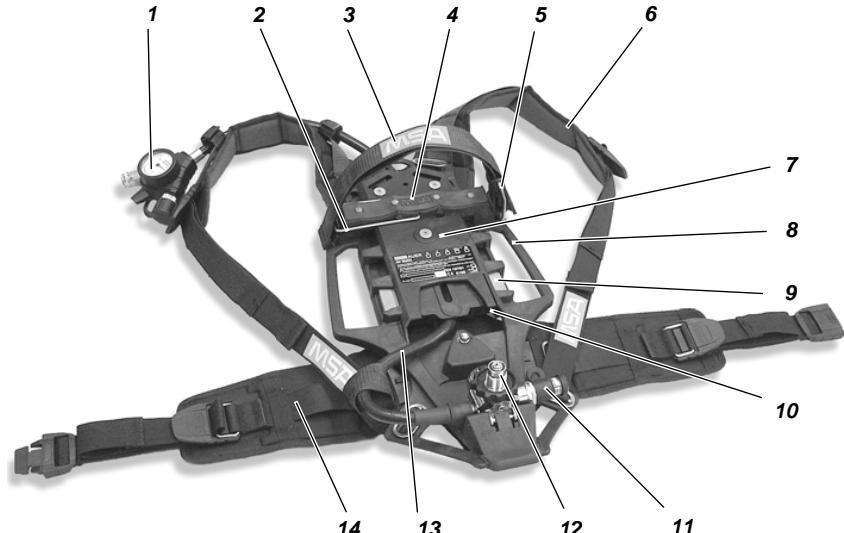

Fig. 1 AirMaxx SL persluchtademhalingstoestel
- (1) Plaats het persluchtademhalingstoestel horizontaal, zodat de achterzijde bovenaan is (zie Fig. 1).
- (2) Breng de cilinderscheider (2) in een horizontale positie tegenover de spanklem (5) totdat deze ineensluiten.
- (3) Controleer pakking aan drukregelaar (12) op behoorlijke toestand.
- (1) Zet ademhalingstoestel neer in een horizontale positie met de achterkant bovenaan (zie Fig. 1).
- (2) Draai cilinderscheider (2) in verticale positie totdat deze vergrendelt.
- (3) Indien er geen T-stuk verbonden is met de drukregelaar (12), controleer dan pakkingen aan drukregelaar en T-stuk en schroef T-stuk losjes in.